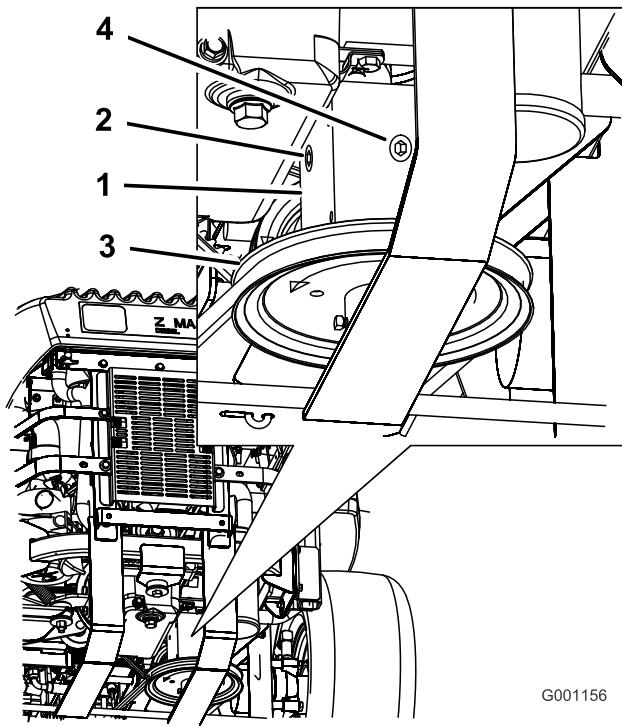

Figure 64
3. Enlevez le bouchon latéral ou arrière du boîtier d'engrenages (Figure 64).